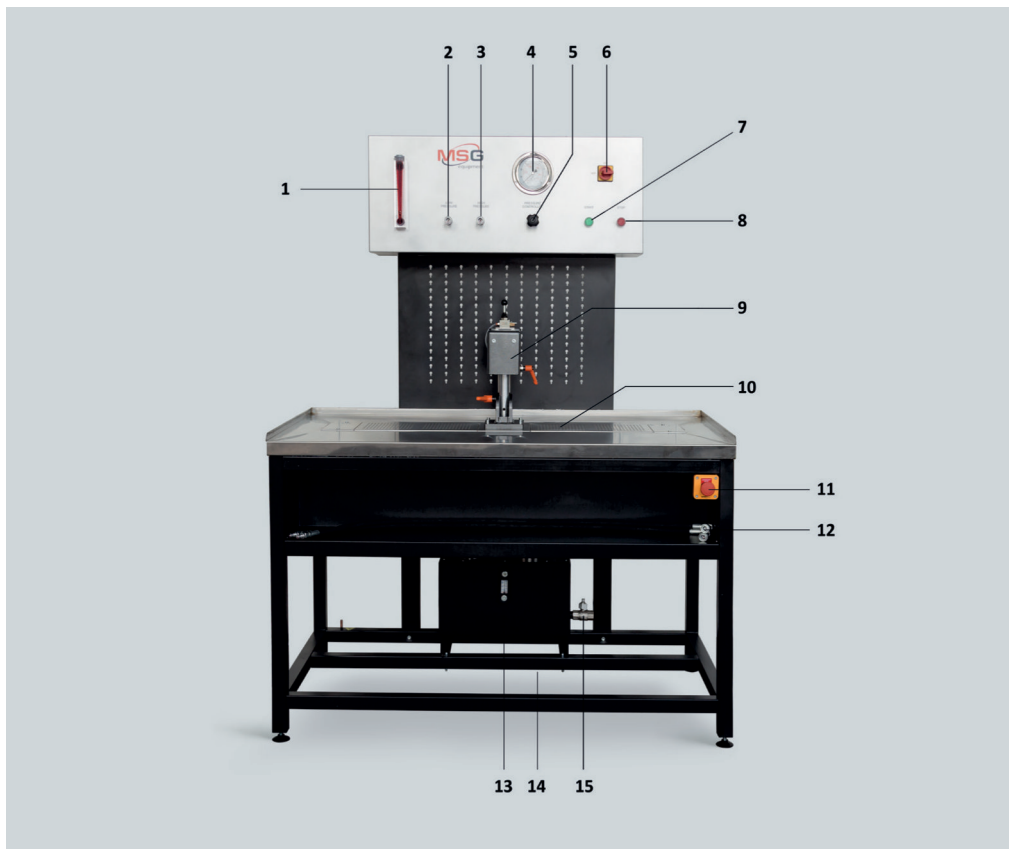

Рис. 1 – Стенд MS502M (Общий вид)
1. Включите стенд поворотом кнопки **6 (Рис. 1)**.
5. Включите насос стенда, нажав кнопку «СТАРТ» **7 (Рис. 1)**.
6. Измерьте показания давления (по манометру **4, Рис. 1**) и потока жидкости (по расходомеру **1, Рис. 1**) при различных положениях штока рейки, в том числе в крайних положениях. 7. Выключите насос стенда, нажав кнопку «СТОП» **8 (Рис. 1)**.
Для слива рабочей жидкости предусмотрен кран **15 (Рис. 1)**. Заполнение гидравлической системы, а также дозаправка, выполняется через ванну **10 (Рис. 1)** стола или через заливную горловину бака для рабочей жидкости **14 (Рис. 1)**. Объем рабочей жидкости оценивается по уровнемеру **13 (Рис. 1)**.
Регулировка рабочего давления в системе выполняется с помощью регулятора давления **5 (Рис. 1)**. Регулировка выполняется без установленной на стенде рейки. Для настройки давления гидравлической системы необходимо включить стенд, нажать кнопку «ПУСК» **7 (Рис. 1)** и установить необходимое давление по показаниям манометра. При этом следует учитывать, что работа стенда без подсоединенной к нему рейки по времени не должна превышать 1 мин.